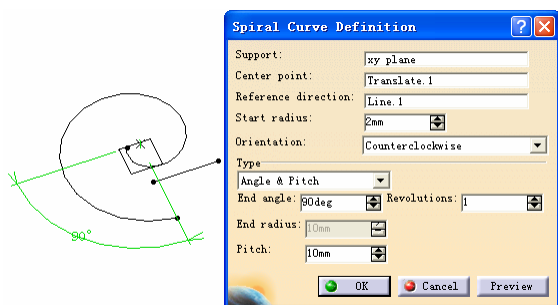

图 4-203
- **Angle & Pitch (角度和螺距)**: 使用平面螺旋线终点的极坐标角度 (End Angle) 及其螺距 (Pitch, 即旋转一圈在半径方向上前进的距离) 来确定平面螺旋线的外形。螺旋的数目由 **Revolutions (旋转圈数)** 来确定, 其结果如图 4-203 所示。